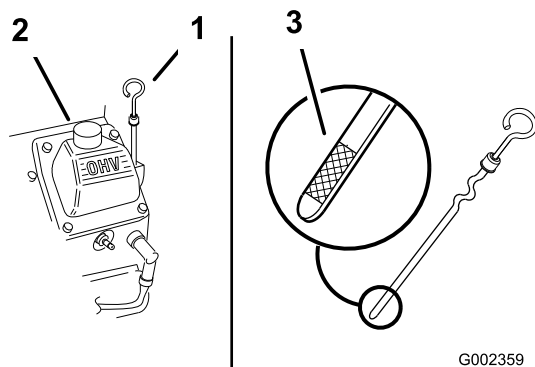

図 16
2. 給油口からごみが入ってエンジンを傷つけないように、ディップスティック（図 16）の周囲をウェスできれいに拭く。
3. ディップスティックを抜き取り、付いているオイルをウェスで拭きとってもう一度完全に差し込む（図 16）。
オイルの量がディップスティックの FULL 位置まであればよい（図 16）。
5. 不足している場合は、補給管についているキャップ（図 16）を取り、Full 位置までオイルを補給する。入れすぎないこと。